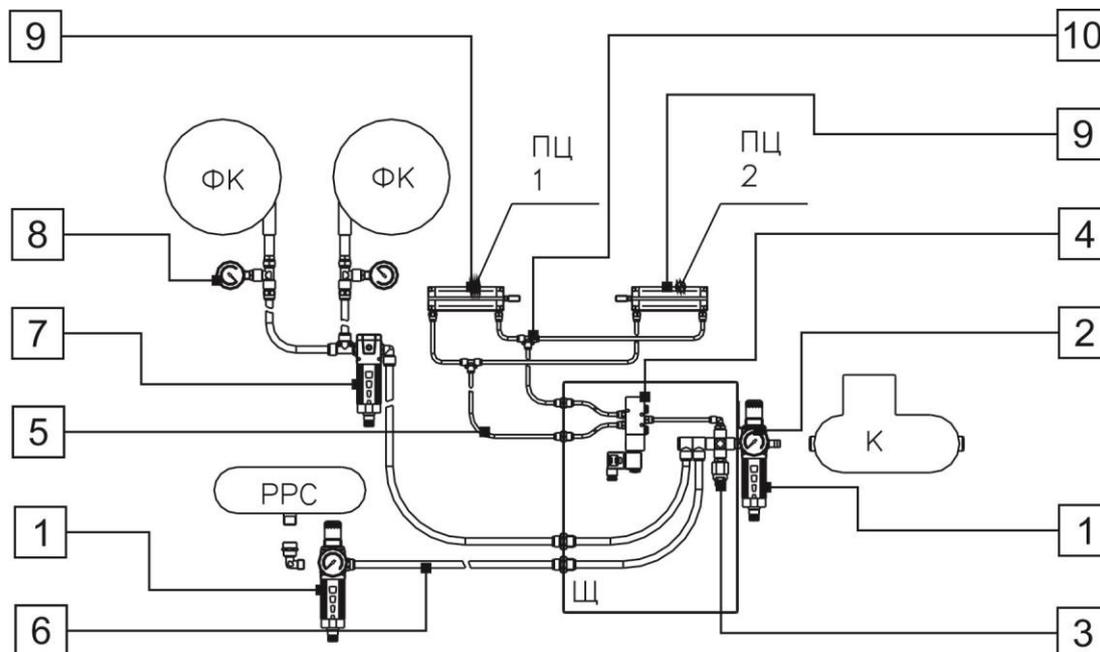

Рис. 17.
1.4.15. НАПРАВЛЯЮЩИЕ И РЕГУЛИРУЮЩИЕ ПНЕВМАТИЧЕСКИЕ КОМПОНЕНТЫ обеспечивают функционирование системы регенерации сита рассеивателя, а также кассетных фильтров фильтровального агрегата. Направляющие и регулирующие пневматические компоненты компактно размещены в отдельном шкафу. Сигналы, управляющие работой пневматических компонентов, согласно программе цикла, поступают от выносного электрического пульта с блоком автоматического управления БАУ «МИКРОН». Направляющие и регулирующие пневматические компоненты (Рис. 17) включают в себя: фильтр-регулятор MD1-FR0000-1/4 (1), манометр M053-P10 (2), реле давления PM11-NA (3), электропневматический распределитель 358-015-02-U7H (4), трубки HTR 6/4 (5), трубки HTR 12/10 (6), фильтр MD1-F000-1/4 (7), манометр M053-P12 (8), пневматический цилиндр (9), тройник (10).